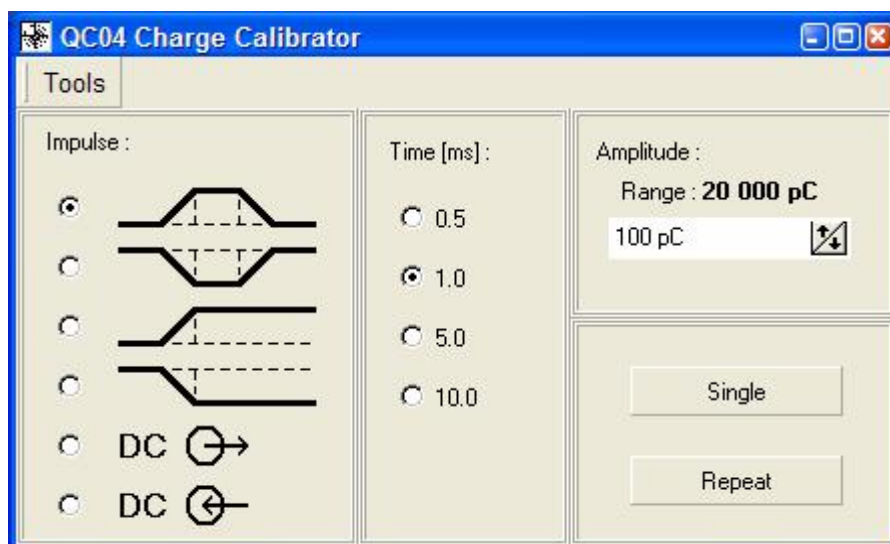

Рис.7.6 Панель «QC04 Charge Calibration (Калибратор заряда)»
7.2.2.12 На компьютере, для QC04 запустить программу «QCControl.exe». На экране компьютера появится панель «QC04 Charge Calibration (Калибратор заряда)», смотри рис.7.6.
7.3.2.5 На компьютере запустить программу «QCControl.exe». На экране компьютера появится панель «QC04 Charge Calibration (Калибратор заряда)», смотри рис.7.6.
7.3.2.30 Запустить программу QC04/QCCControl.exe. На экране монитора компьютера появится панель, смотри рис.7.6.